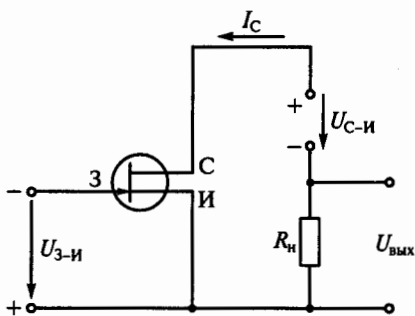

Рис. 186
**7.25.** Как изменится ток  $I_C$  стока при увеличении напряжения  $U_{з-и}$  на затворе 3 полевого транзистора (рис. 186) относительно истока И?